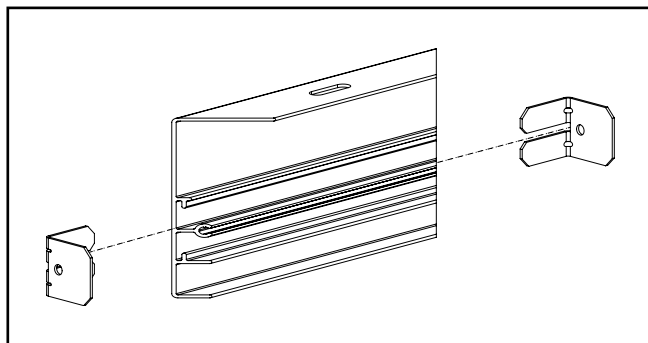

Figura 1.
- A1. Inserte 1 soporte en L- en la ranura a cada lado de ambos rieles cortos como se muestra en la Figura 1.